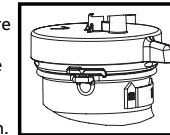

Figure 7
3. Retirer le capuchon en le tournant dans le sens contraire des aiguilles d'une montre de 1/4 tour pour aligner la flèche sur le capuchon avec la languette sur le réservoir (Figure 7). Retirer le capuchon.